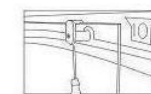

Рис.17
**Стеклянные двери.** Стеклянные двери изделия представляют собой раздвижную конструкцию; герметичность дверей обеспечивается за счет магнитного уплотнителя. Двери открываются и закрываются без усилий. Пожалуйста, не открывайте и не закрывайте двери с усилием во избежание повреждения кабины. В случае возникновения затруднений при открывании-закрывании дверей, смажьте направляющие роликов (нижний и верхний профили) силиконовой смазкой и отрегулируйте верхние ролики (рис.17)..